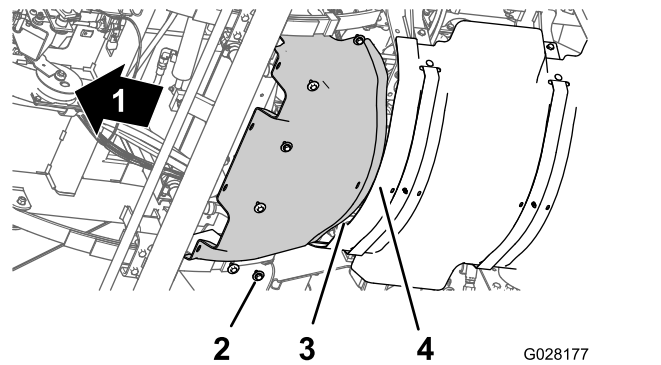

Figura 58
1. Allineate la flangia posteriore dello schermo termico anteriore sopra alla flangia anteriore dello schermo termico posteriore (Figura 58).
2. Allineate i fori sullo schermo termico anteriore con i fori filettati nello chassis (Figura 58).
3. Montate lo schermo termico anteriore alla macchina con i 6 bulloni a testa esagonale e le 6 rondelle (Figura 58) rimossi al passaggio 3 della sezione Rimozione dello schermo termico anteriore \(pagina 54\).